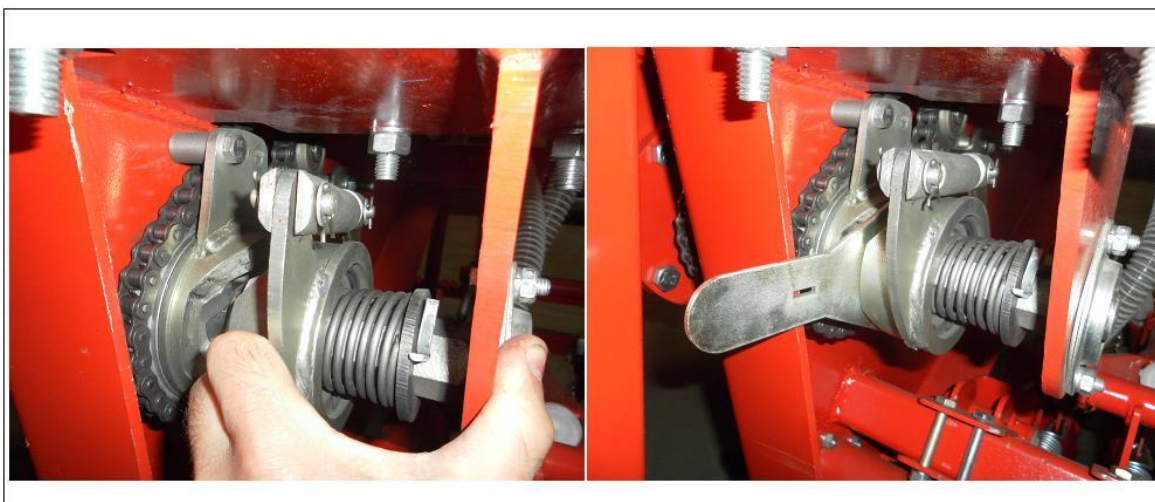

Рис.43
6.1.3. Двумя руками разомкните кулачки автомата включения привода зерновых высевяющих аппаратов и, удерживая их одной рукой (см. Рис.43), вставьте вилку между ними. Этим действием мы отключаем передачу от опорно-приводного колеса сеялки.